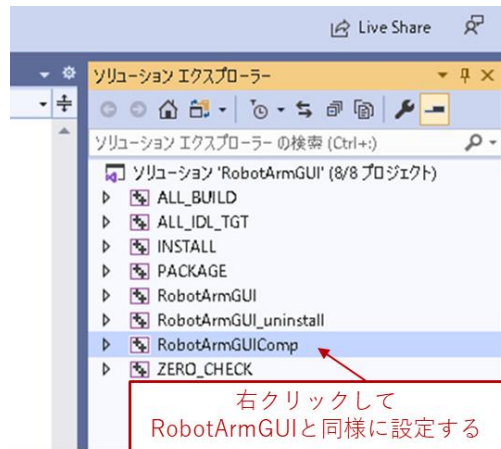

図 11 RobotArmGUIComp の設定
- ⑧ 次に左側のリストから「構成プロパティ」→「リンカー」→「全般」を選択。
- ⑨ 次に右側に表示されている「追加のライブラリディレクトリ」の項目にDXライブラリのパッケージ内に入っている「プロジェクトに追加すべきファイル_VC用」ディレクトリのパス (⑦と同じパス) を入力する。
- ⑩ 「OK」を押してダイアログを閉じる。
- ⑪ Visual Studio 画面右にある「ソリューションエクスプローラー」の「RobotArmGUIComp」を右クリック (図 11)。「プロパティ」を選択してプロジェクトのプロパティダイアログを開き、③～⑩と同様の設定を行う。